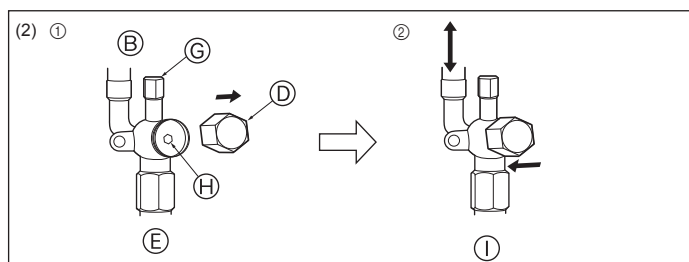

Fig. 4-10
- Côté liquide (Fig. 4-10)
- (A) Vanne